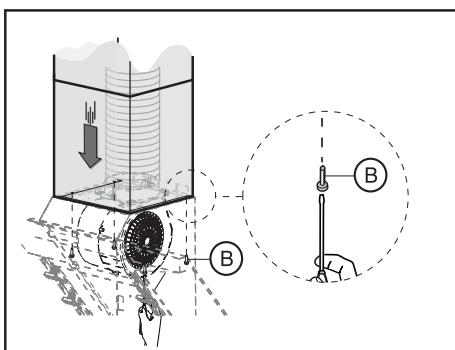

Рис. 15
10. Если на Вашей вытяжке предусмотрено крепление наружного декоративного короба к корпусу вытяжки, то закрепите его с помощью винтов **B**, как показано на рис.15, если такое крепление не предусмотрено, то монтаж вытяжки завершен.